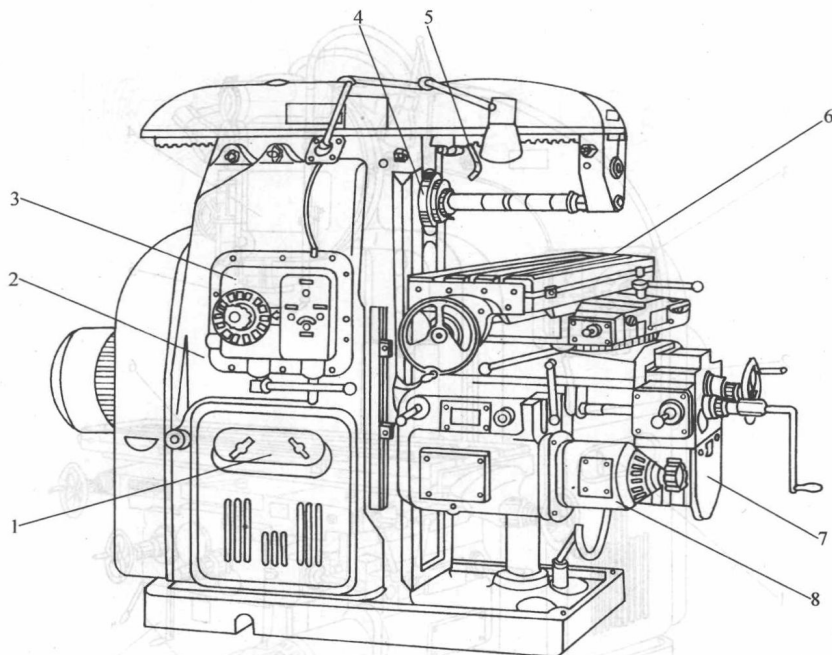

图 1-2 卧式铣床外形及各部分名称
(1) 卧式铣床 图 1-2 所示为卧式铣床外形及各部分名称。卧式铣床的主要特征是铣床主轴轴线与工作台面平行。因主轴呈横卧位置，所以称作卧式铣床。铣削时将铣刀安装在与主轴相连接的刀杆上，随主轴作旋转运动，被切削工件装夹在工作台面上对铣刀作相对进给运动，从而完成切削工作。